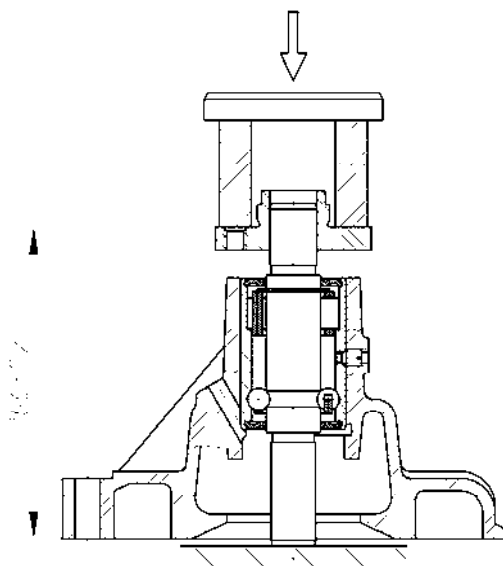

Abb. 96. Aufpressen der Riemenscheibennabe Wasserpumpe
- Pumpenradnabe auf die Lagerrolle drücken, dabei die Nabe misst $(106,0 \pm 0,2)$ mm (Abb. 96);